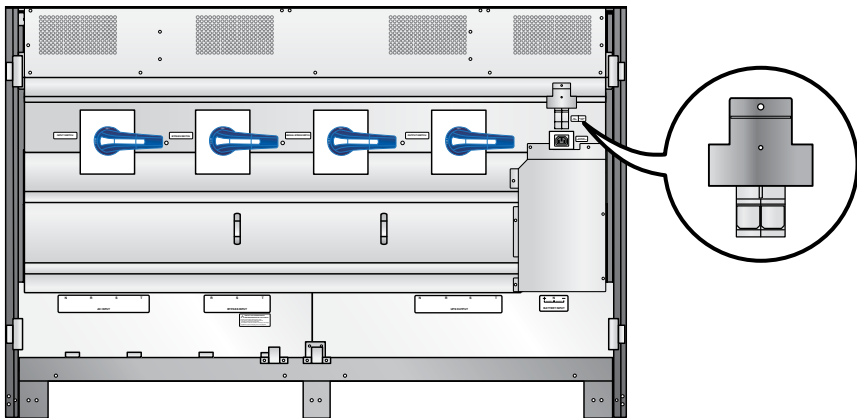

Рис. 7-1. Закройте держатель предохранителя вспомогательного питания
2. Разность напряжений между жазимами нейтрали (N) и заземления (\ominus) не превышает 3 В.
4. Держатель предохранителя вспомогательного питания закрыт. См. **Рис. 7-1**.